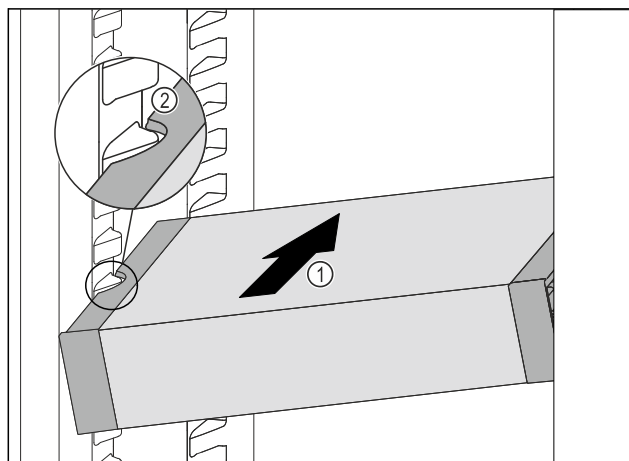

Fig. 112
- Вставити висувний ящик VarioSafe під кутом в охолоджувальне відділення Fig. 112 (1), доки бокові поглиблення Fig. 112 (2) VarioSafe не будуть розташовуватися на рівні ребра для ємності в охолоджувальному відділенні.